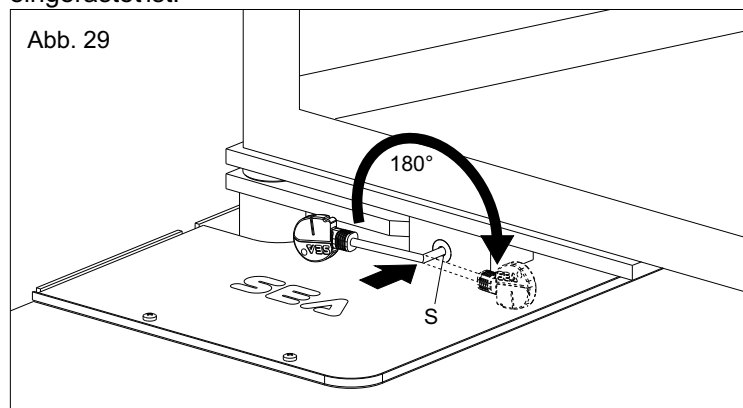

Abb. 29
- Den mitgelieferten Schlüssel in die Ritze (S) stecken und den Griff um 180° in Richtung Tormitte (Abb. 29) drehen.